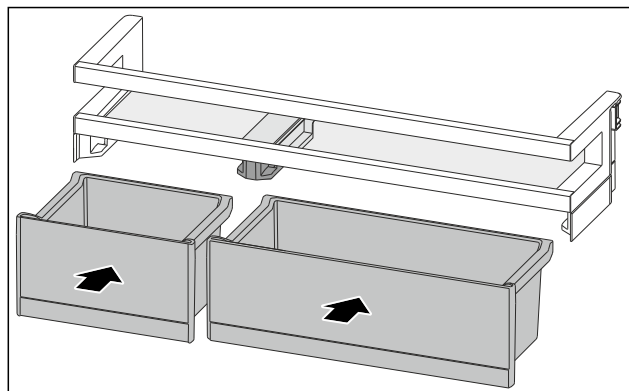

Fig. 83
- ▶ Vložte zásuvky VarioBox v zamienenom usporiadaní. (pozri Fig. 83)